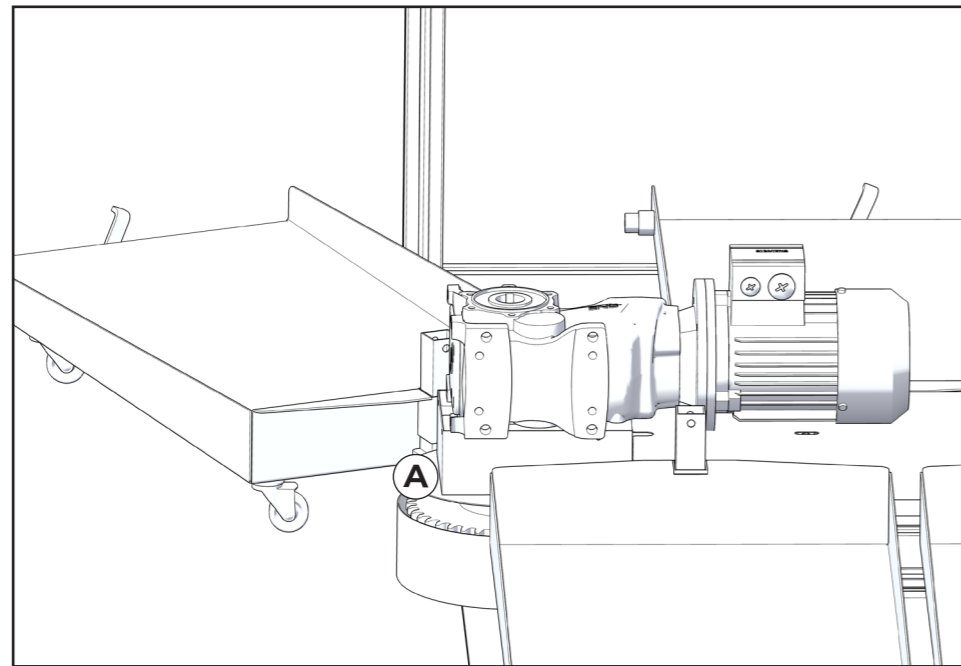

Figura 14
- ☞ Aprire la protezione frontale da cui avviene il carico delle scatole quindi, con una prolunga alla cui estremità è installato un pennello intriso di grasso, cospargere la catena nel punto di rinvio (posizione A figura 14).